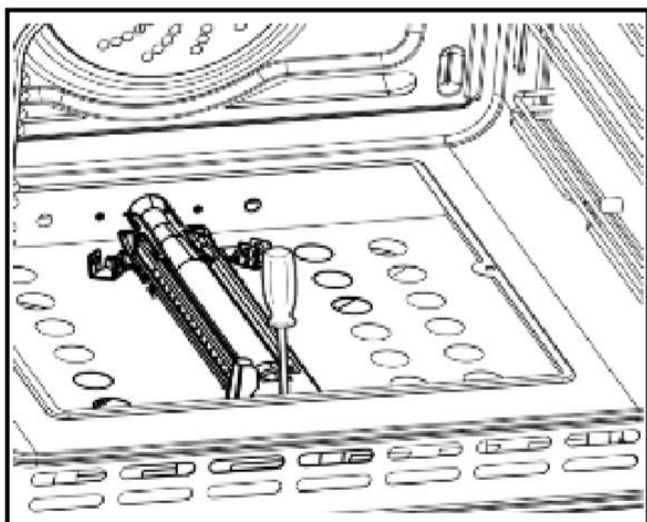

Рис. 10
3. Откройте защитный колпак "А" (Рис. 10).
- Открутите болты и снимите болт горелки "А" (Рис. 10).